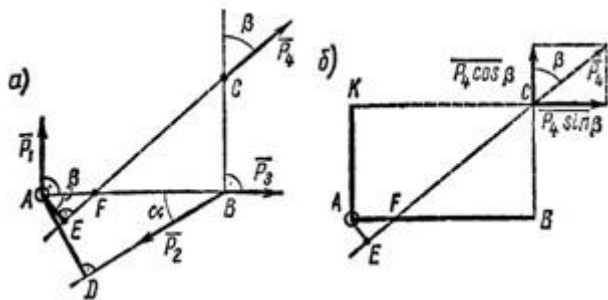

Рисунок 8
3. Определить моменты относительно точки А сил $P_1 = 40 \text{ Н}$; $P_2 = 60 \text{ Н}$; $P_3 = 30 \text{ Н}$ и $P_4 = 50 \text{ Н}$, приложенных в точках А, В и С, как показано на рис. 8, а. Углы $\alpha = 30^\circ$, $\beta = 50^\circ$, $AB = 2,5 \text{ м}$; $BC = 1,5 \text{ м}$.